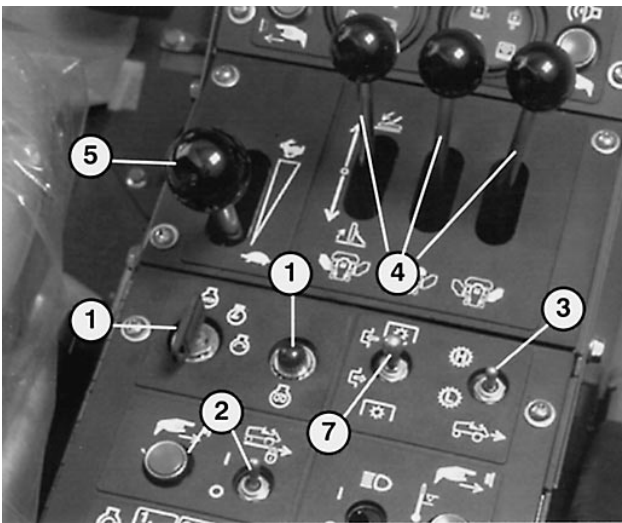

Figure 21
3. Tourner la clé de contact à la position DEMARRAGE (Fig. 21). Relâcher immédiatement la clé quand le moteur démarre et la laisser revenir à la position MARCHE.